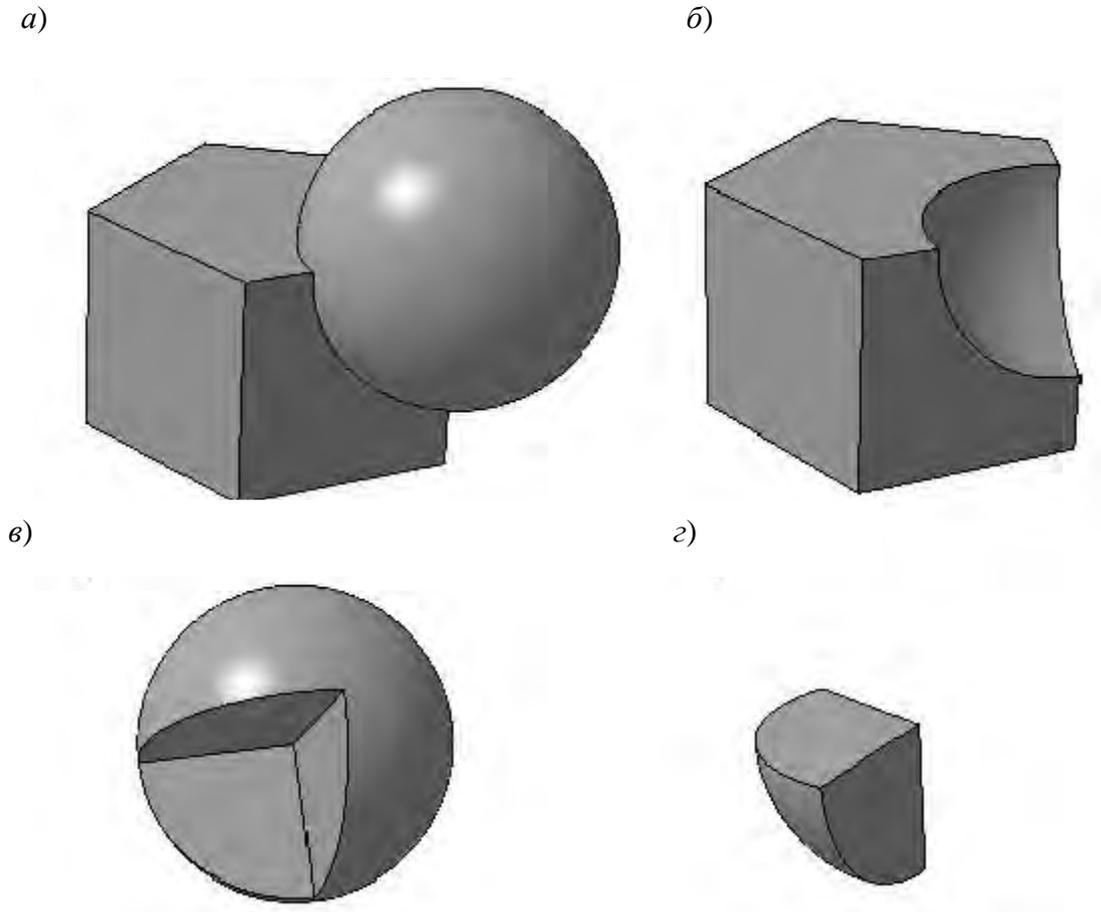

Рисунок 9.4 – Результат выполнения булевой операции: объединение (а); вычитание (б, в) и пересечение (з)
1) тело, полученное объединением призмы и шара (рисунок 9.4, а). Для этого на панели свойств в группе кнопок Результат операции нужно нажать кнопку «Объединение» . Обратите внимание: в местах пересечения шара и призмы появились ребра нового тела;
2) тело, сформированное в результате вычитания шара из призмы, то есть вычитанием второго тела из первого (рисунок 9.4, б). Для этого на панели свойств должна быть нажата кнопка «Вычитание» .
3) тело, полученное вычитанием призмы из шара (рисунок 9.4, в). Поскольку вычитается всегда второе тело, необходимо изменить порядок указания тел. Этого можно добиться двумя способами. Первый – снять выделение с обоих тел, щелкнув на свободном пространстве модели, а затем заново указать тела для булевой операции, сначала щелкнув по шару, а потом – по призме. Второй и более правильный метод – изменить порядок тел в списке Список объектов на панели свойств (в этом списке каждое тело обозначается названием последней выполненной над ним формообразующей операции). Чтобы изменить порядок,
4) тело, сформированное в результате пересечения двух указанных тел (рисунок 9.4, з). Для этого на панели свойств должна быть нажата кнопка «Пересечение» .